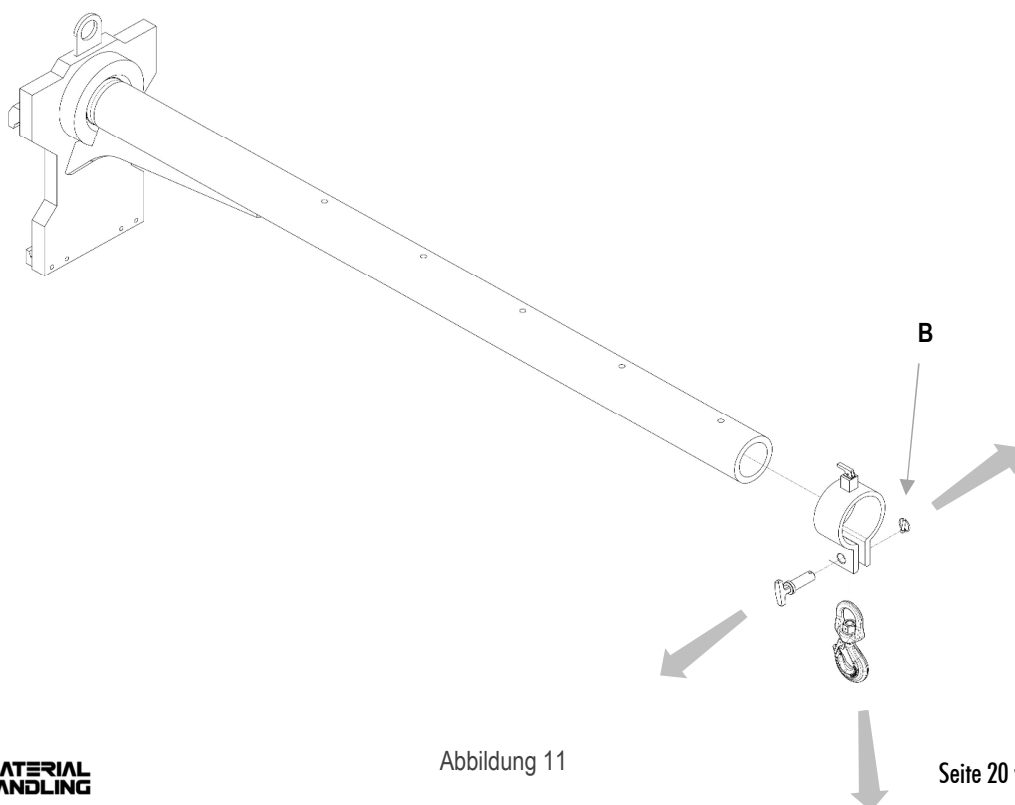

Abbildung 11
3. Entfernen Sie den Sicherheitsriegel (**B**), ziehen Sie den Bolzen ab und entfernen Sie den Haken (Abbildung 11)